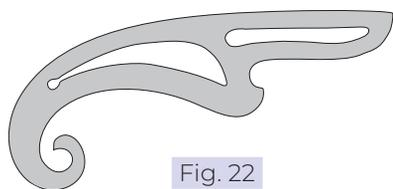

Fig. 22
**Le perroquet ou le pistolet :** il existe sur le marché de multiples formes de perroquet. Ils sont plus ou moins fonctionnels et assignés à divers tracés de patron. Parmi la diversité de l'offre, le pistolet présenté en Fig. 22 est très pratique : il est doté de différents galbes et de lignes droites ou courbes très adaptées aux formes variées des cols.